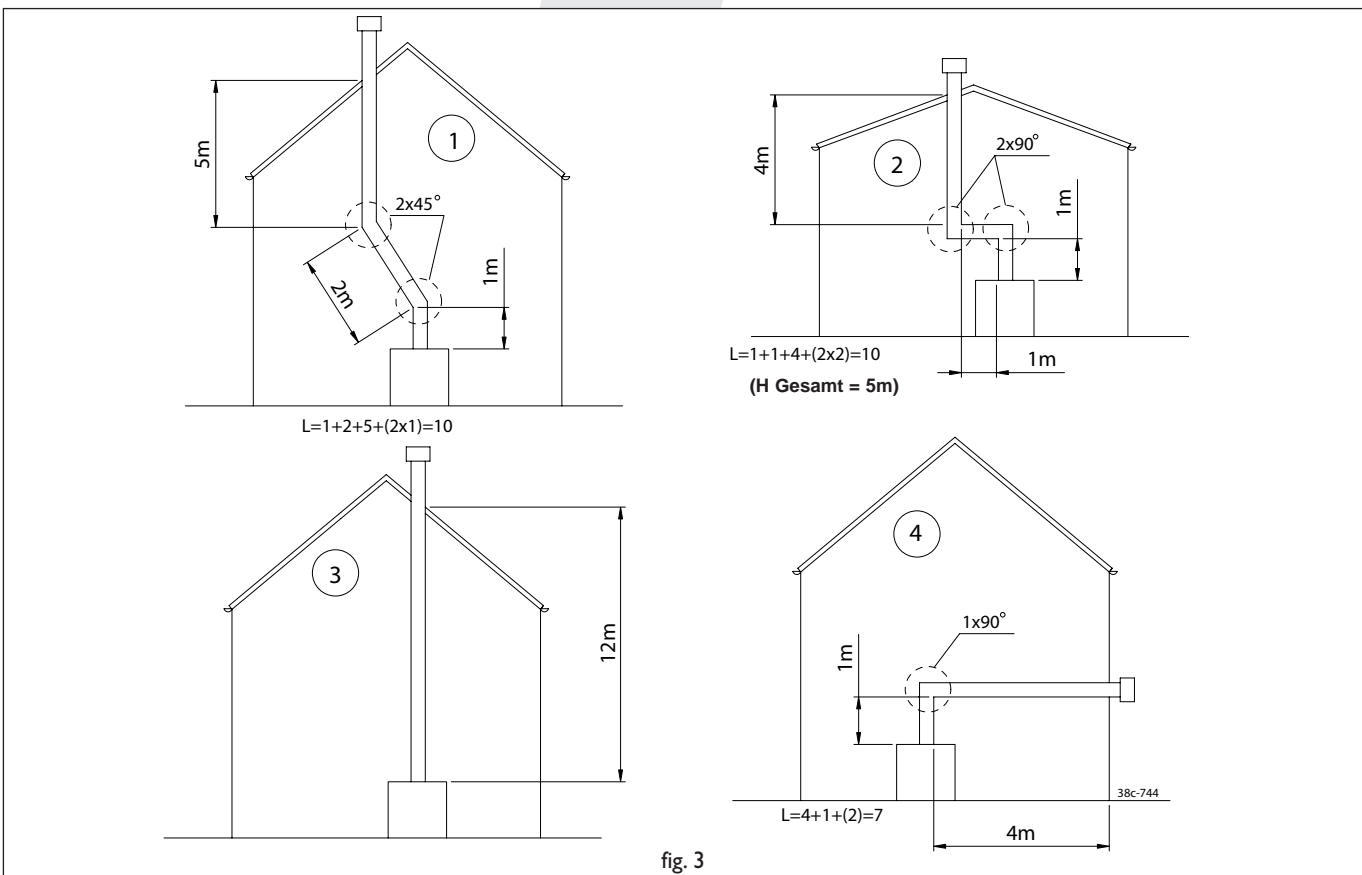

fig. 3
Anschlußmöglichkeiten (Fig. 3)
Die maximale Gesamtlänge ist die Summe der Rohrlänge plus der Länge für die Krümmungen (siehe die 4 Beispiele in Fig. 3).
- Entscheiden Sie sich für eine der Anschlussmöglichkeiten gemäß Fig. 3.